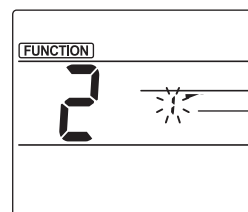

Fig. 2
- ② Selezione del numero di deflettori (Fig. 2)